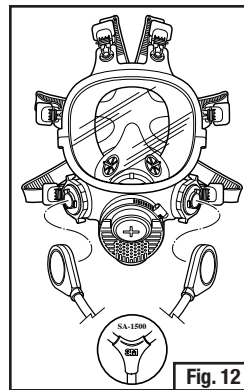

Fig. 12
4. Alinee las dos derivaciones del tubo de respiración sobre los dos montajes tipo bayoneta en la pieza facial. Para los Tubos de respiración 3M™ SA-1500 o SA-1600, asegúrese que el logotipo de 3M en el tubo de respiración y el frente de la pieza facial queden mirando hacia usted. Para los Tubos de respiración 3M™ SA-2500 o SA-2600, asegúrese que el logotipo 3M en el tubo de respiración quede mirando en la dirección opuesta al logotipo 3M en el frente de la pieza facial (Fig. 12).